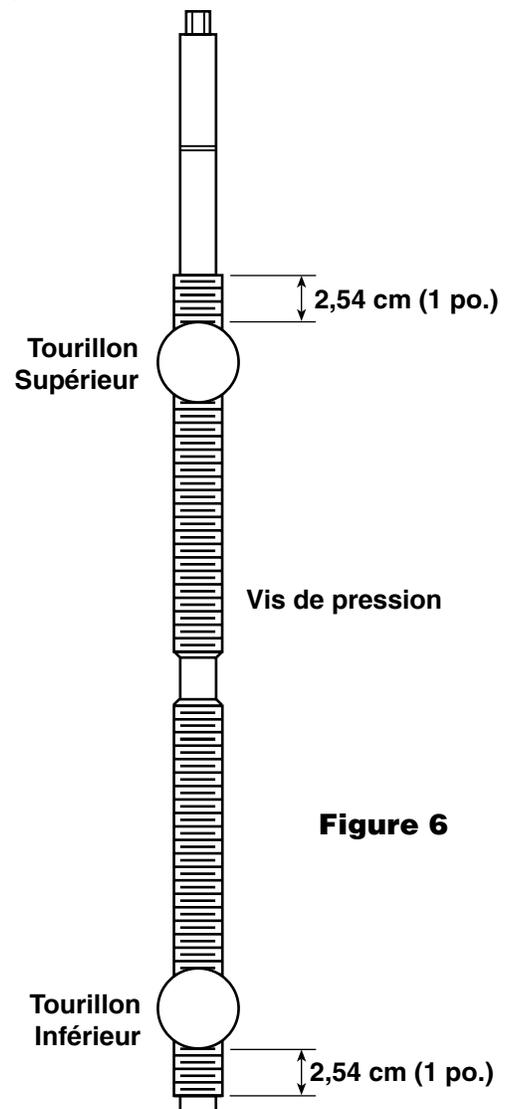

Figure 6
1. Assurez-vous que les deux tourillons se trouvent à environ un pouce du bord des filetages inférieurs de la vis de pression et à un pouce du bord des filetages supérieurs, respectivement, avant de réinstaller les bras sur les tourillons. Voir la figure 6.